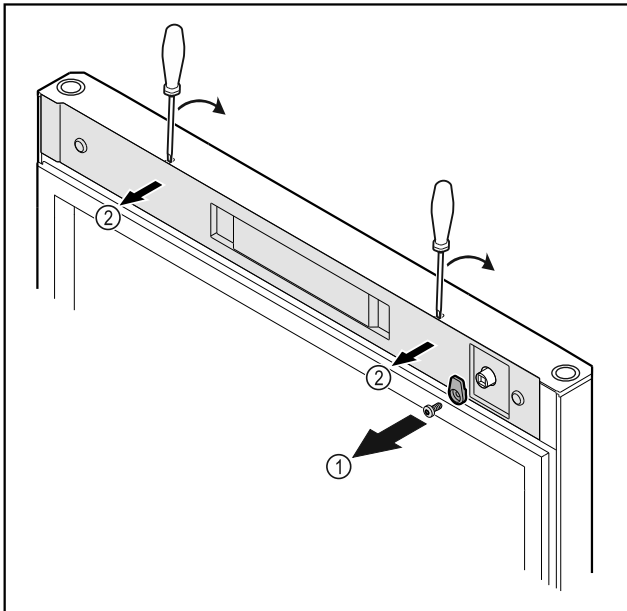

Fig. 19
- Dévisser le crochet de fermeture Fig. 19 (1).
- Décrocher le cache Fig. 19 (1) avec un petit tournevis et le retirer.